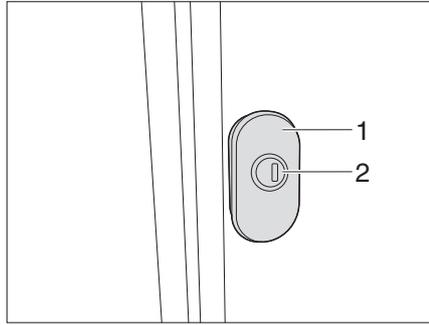
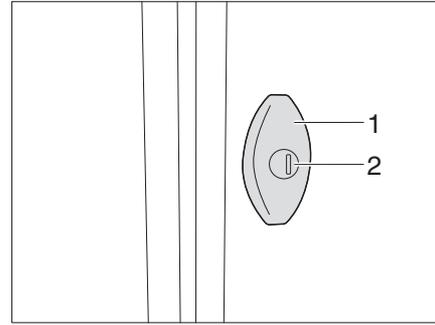

Fig. 33 Serrure pivotante (variante 1)
Fig. 34 Serrure pivotante (variante 2)
- Insérer la clé dans le cylindre de fermeture (Fig. 33/ Fig. 34,1) et la tourner d'un quart de tour. La serrure du portillon est déverrouillée.
- Tirer sur la serrure pivotante (Fig. 33/ Fig. 34,2) et tourner de 180° dans le sens contraire des aiguilles d'une montre. Le portillon extérieur est ouvert.